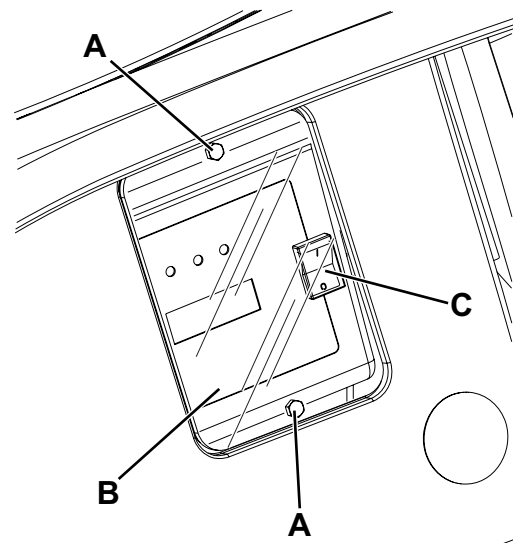

Figure 2
7. Enlever les vis (A, Fig. 2) de l'hublot de lecture des données du chargeur de batterie.
8. Enlever l'hublot (B).
9. Positionner le sélecteur (C) sur WET pour batteries au plomb ou sur GEL pour batteries au GEL / AGM.
10. Installer l'hublot (B) et serrer les vis (A).